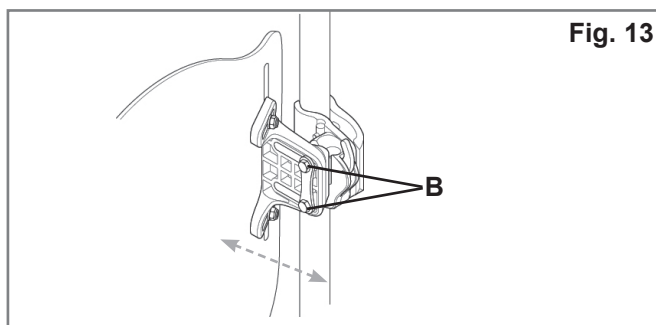

Fig. 13
- Per regolare la profondità e l'angolo dello schienale J3, allentare i dadi destro e sinistro (Fig. 13-B) sulla staffa.
- Regolare la profondità e/o l'angolo, quindi stringere bene i dadi. secondo la coppia di serraggio consigliata di 11,3 - 12,4 Nm. Assicurarsi che nessuno dei dadi per la regolazione della profondità (Fig. 13-B) scivoli o giri.